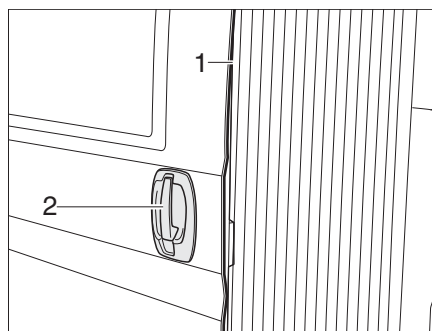

Fig. 16 Porta scorrevole, elettrica - maniglia esterna
- ▷ Per evitare schiacciamenti sulla porta scorrevole elettrica, sul bordo di chiusura si trova una costa di sicurezza (Fig. 16,1). In caso di contatto, il movimento della porta scorrevole si arresta immediatamente.
Apertura: ■ Tirare la maniglia della porta (Fig. 16,2). La porta scorrevole elettrica si apre fino all'arresto finale.
Chiusura: ■ Tirare la maniglia della porta (Fig. 16,2). La porta scorrevole elettrica si chiude e si innesta nella serratura.